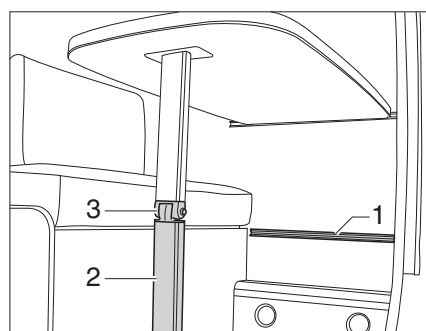

Fig. 33 Tavolo sospeso con supporto snodabile
- Sbloccare il piede del tavolo (Fig. 33,2) sul giunto e richiuderlo.
- Agganciare il tavolo sospeso nella sbarra di aggancio inferiore (Fig. 33,1) e deporlo sul giunto del piede del tavolo (Fig. 33,3).